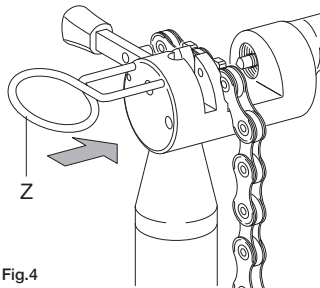

Fig.4
- bloccate la maglia con l'apposito dispositivo di blocco (Z) (Fig. 4);